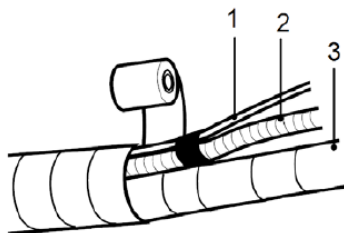

fig. 24 -
- Dopo aver avvolto i tubi con materiale protettivo, unire assieme il cavo di collegamento elettrico (1-"fig. 24 -"), il tubo di scarico condensa (2-"fig. 24 -") e le tubazioni (3-"fig. 24 -").